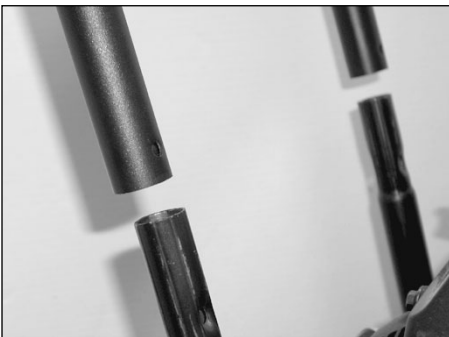

Figure 1 - Assemblez la poignée
1. Glissez la poignée sur les pieds inférieurs de la base du chariot. Utiliser les boulons and écrous fournis pour fixer le manche aux pattes. Voir la Figure 1.